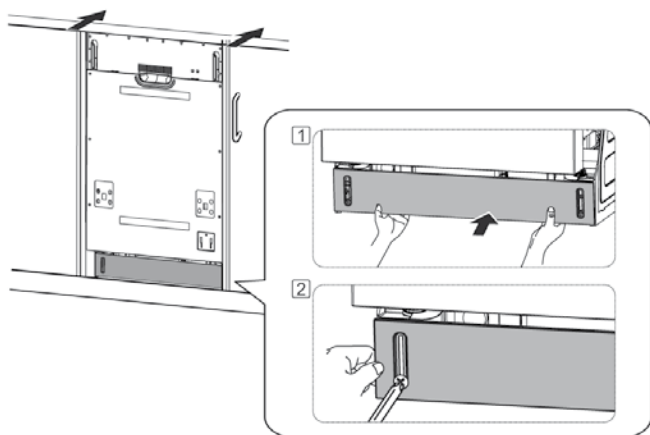

Figure 14
5. Confirmez que le joint d'étanchéité de la plaque de protection est en place dans le bas de la plaque de protection. Pour installer la plaque de protection avec des vis ST3.9\*13, consultez la Figure 14 ci-dessous.